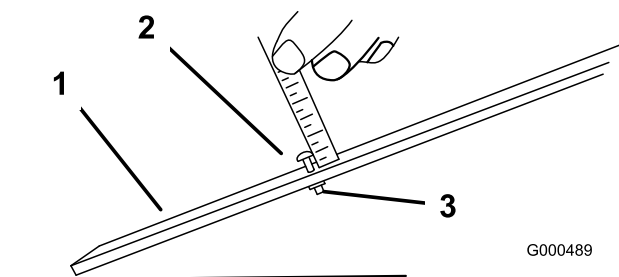

Рисунок 49
3. Отпустите гайку мерной планки (Рисунок 49) и установите регулировочный винт на требуемую высоту скашивания. Расстояние между нижней частью головки винта и лицевой поверхностью штанги равно высоте скашивания.